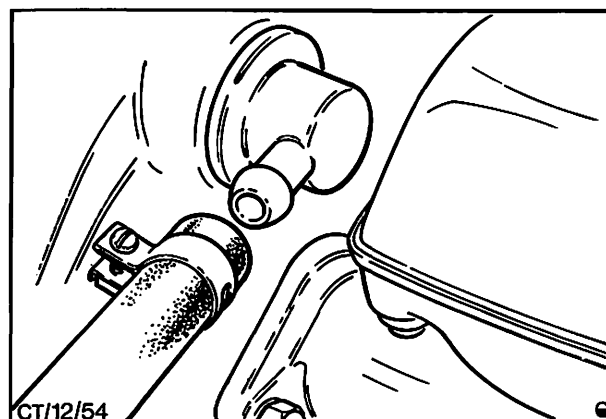

Abb. 86 Unterdruckschlauch anschließen
15. Unterdruckschlauch am Rückschlagventil – Bremsverstärker anschließen und mit Schlauchschelle befestigen, Abb. 86.